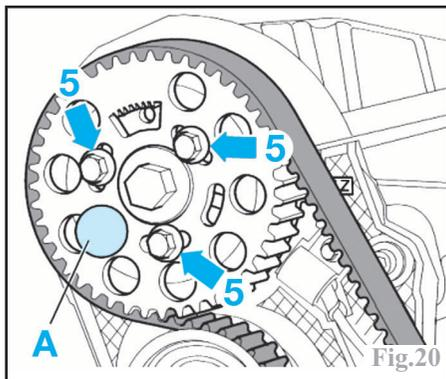

Fig.20
Desserrer les vis (5) de la roue dentée d'arbre à cames (Fig.20).
- les vis de fixation de la roue dentée d'arbre à cames soient en appui sans les bloquer et que son moyeu soit pigné, outil (**A**) (Fig.20).